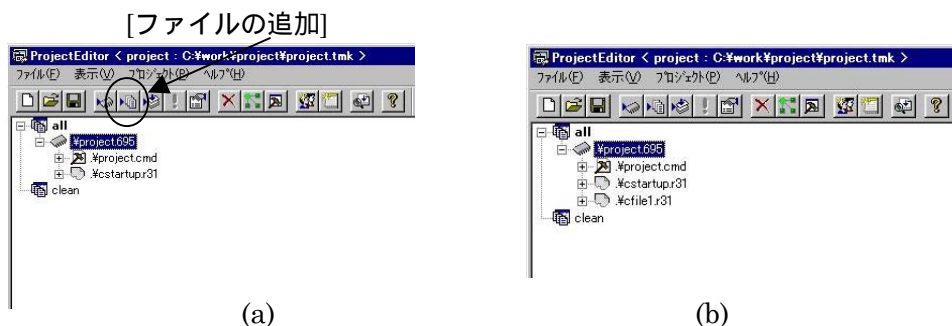

図 28 ソースファイルの登録
1. プロジェクトエディタで、`¥proj_1.695` ファイルをクリックして、[ファイルの追加]ボタンをクリックします(図 28(a))。
3. `¥proj_1.695` の下に、拡張子が `.r31` となったソースファイルが登録されます(図 28(b))。